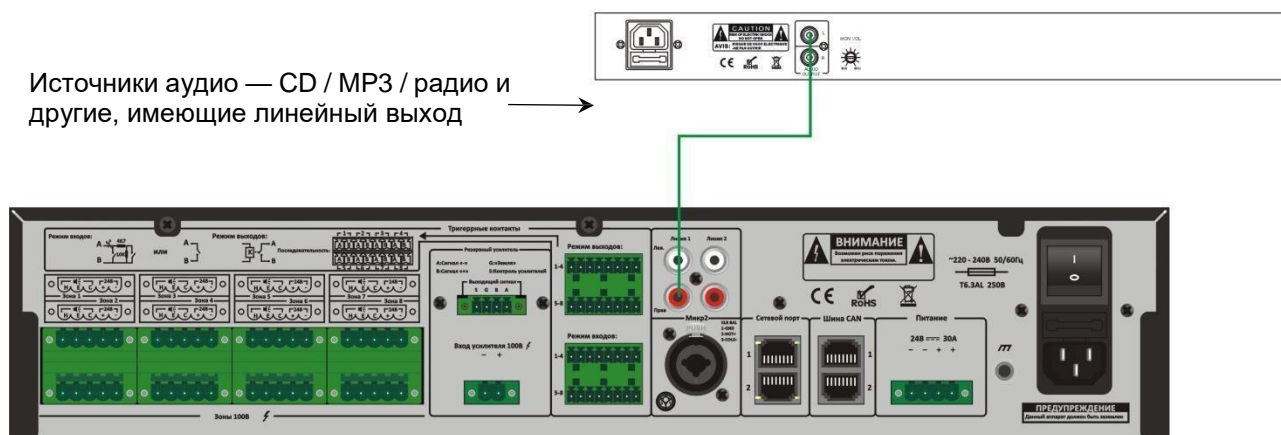

Рис. 4.1. Схема подключения источника аудиосигнала к линейным входам усилителя мощности LPA-EVA-8500
1. Подключите звуковую аппаратуру к разъемам «Линия 1» и «Линия 2» как показано на Рис. 4.1, и усилитель мощности автоматически определит получаемый аудиосигнал.